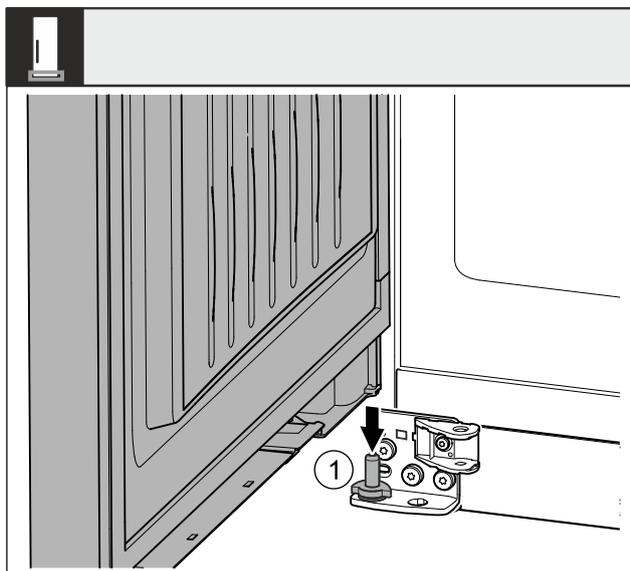

Fig. 42 *
- ▶ Tür von oben auf den unteren Lagerbolzen Fig. 42 (1) aufsetzen.*